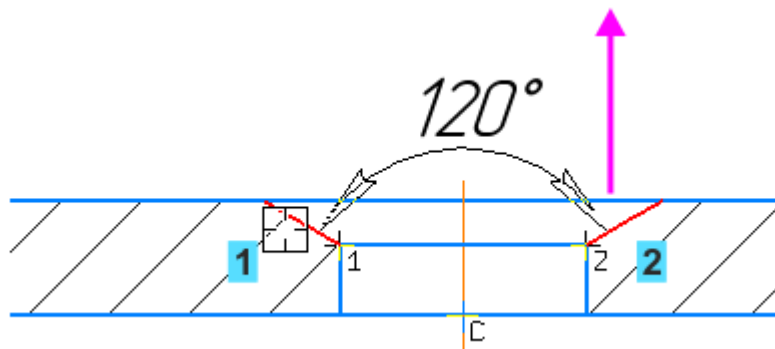

Рисунок 1
- Нажмите и удерживайте нажатой клавишу <Alt>. Укажите два отрезка (курсоры 1 и 2). (рисунок 1)